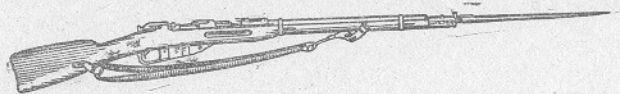

Рис. 1. Общий вид винтовки
1. Винтовка (рис. 1) — основное оружие стрелка для поражения противника огнем, штыком и прикладом. Она является наиболее действительным средством для поражения одиночных живых целей (открытых, маскированных, движущихся и появляющихся на короткое время).